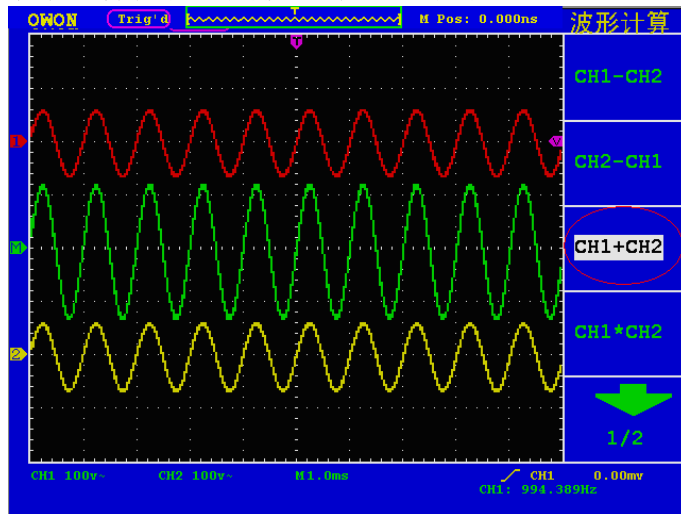

图 5-8：CH1+CH2 数学运算波形
- 2、按 **F3** 菜单选择按键，选择 **CH1+CH2**。屏幕中显示出绿色的计算后波形M，再按 **F3** 菜单选择按键，则波形M关闭。见图5-8。